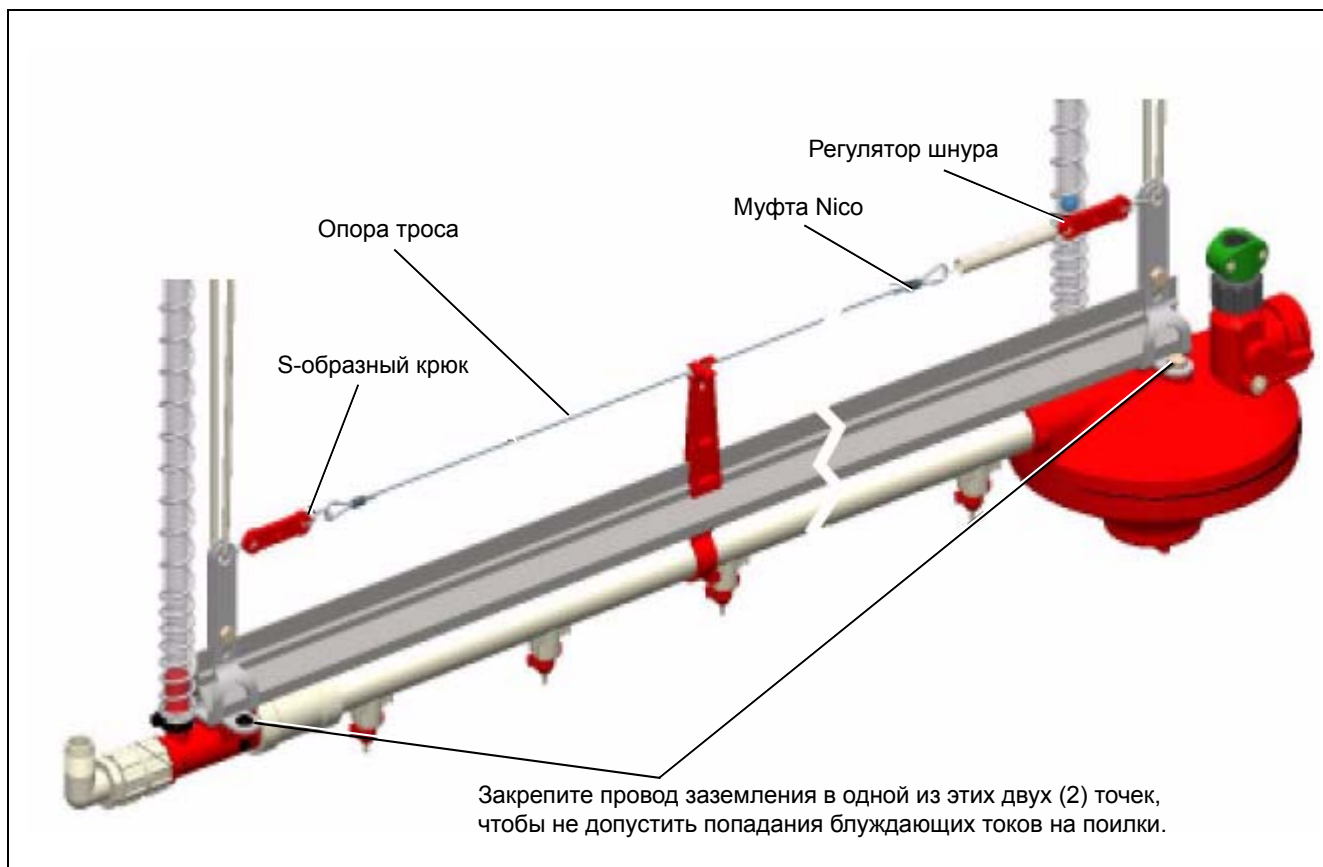

Рисунок 8А
3. Пропустите петлю троса через первую муфту Niso и плотно обожмите. Зацепите первую петлю на конце без пружины. Пропустите трос через все опоры и вытяните его с другой стороны. Обрежьте трос, оставив большой запас. Излишек можно будет отрезать позднее. Наденьте муфту Niso на трос. Сделайте петлю из троса, наденьте на крюк пружины и пропустите обратно через муфту Niso. Вытяните лишний трос так, чтобы пружина растянулась примерно на 1 1/2", затем плотно обожмите. (см. рисунок 8А.)